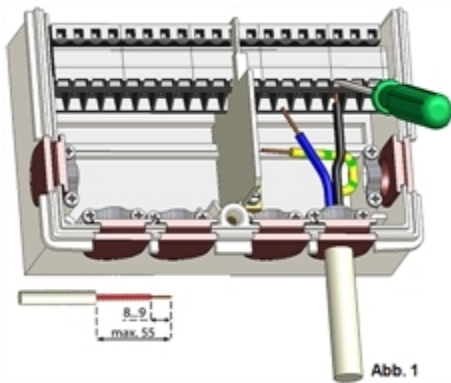

Abb. 1
3. Leitungen max. 55 mm abmanteln, einführen, die Zugentlastungen montieren, Aderenden 8-9mm abisolieren (Abb. 1)